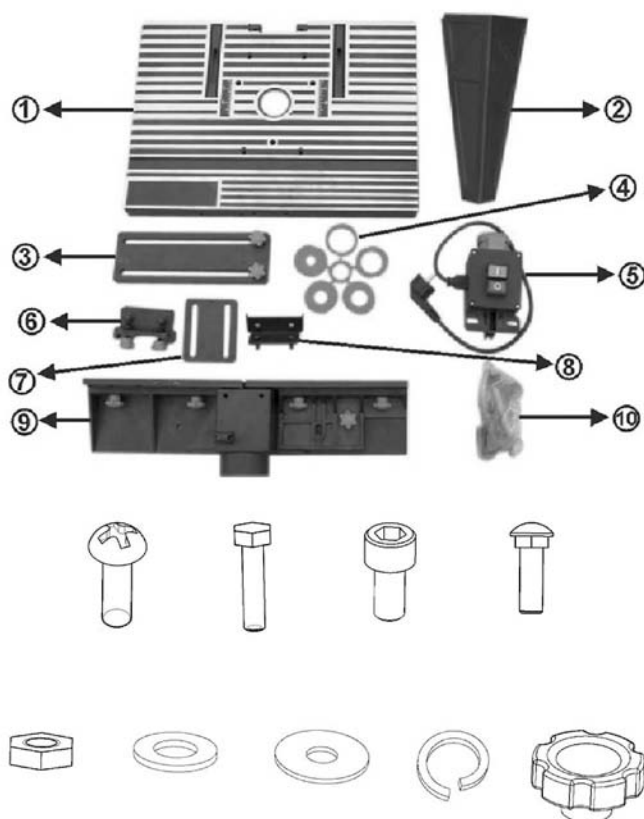

Fig.1
- Placera bordsskivan (1, fig. 1) upp och ner på en plan yta (fig. 2).
- Montera ett bordsben (2, fig. 1) med hjälp av fyra sexkantsbultar (M6X1 2) och muttrar (M6), utan att helt dra åt (fig. 3).